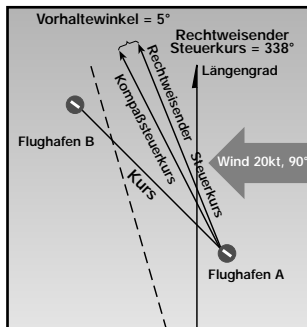

Abbildung 15: Berücksichtigen Sie Windrichtung und -geschwindigkeit für den rechtweisenden Steuerkurs.
8. Berechnen Sie den Luvwinkel mit einem Flugrechner, und addieren oder subtrahieren Sie ihn für den mwSK.	5° $333^\circ + 5^\circ = 338^\circ$ (siehe Abbildung 15)
9. Berechnen Sie die Geschwindigkeit über Grund (GS), indem Sie die Geschwindigkeit um die Windkomponente korrigieren.